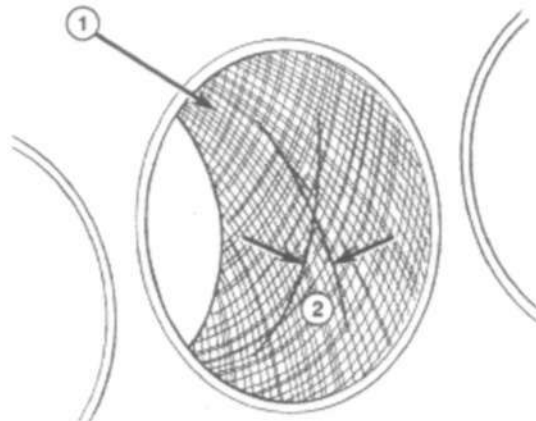

Рис. 36 Штриховое пересечение на диаметре цилиндра
(3) Хонингование выполняется движением головки вверх и вниз со скоростью, достаточной для получения сетки.
**Пересечение** рисок от хонингования под углом 40-60° является оптимальным для надлежащей посадки колец (Рис. 36).
(4) Для получения необходимого угла стрихов необходима регулировка скорости двигателя хонинговальной головки в пределах 200-300 об/мин. Количество проходов вверх и вниз в минуту подбирается так, чтобы получить угол пересечения 40-60°. Более высокая скорость проходов повышает угол пересечения стрихов.
(5) После хонингования необходимо очистить блок еще раз для удаления следов абразива.